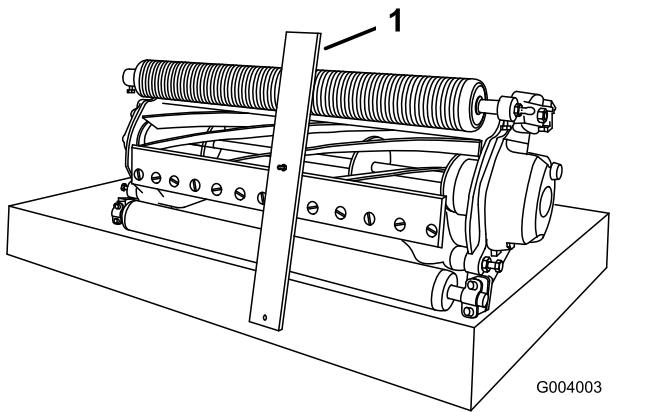

Figure 15
- Accrochez la tête du boulon du gabarit de hauteur de coupe au tranchant sur le côté droit de la contre-lame et appuyez l'arrière du gabarit contre l'arrière du rouleau (Figure 15).